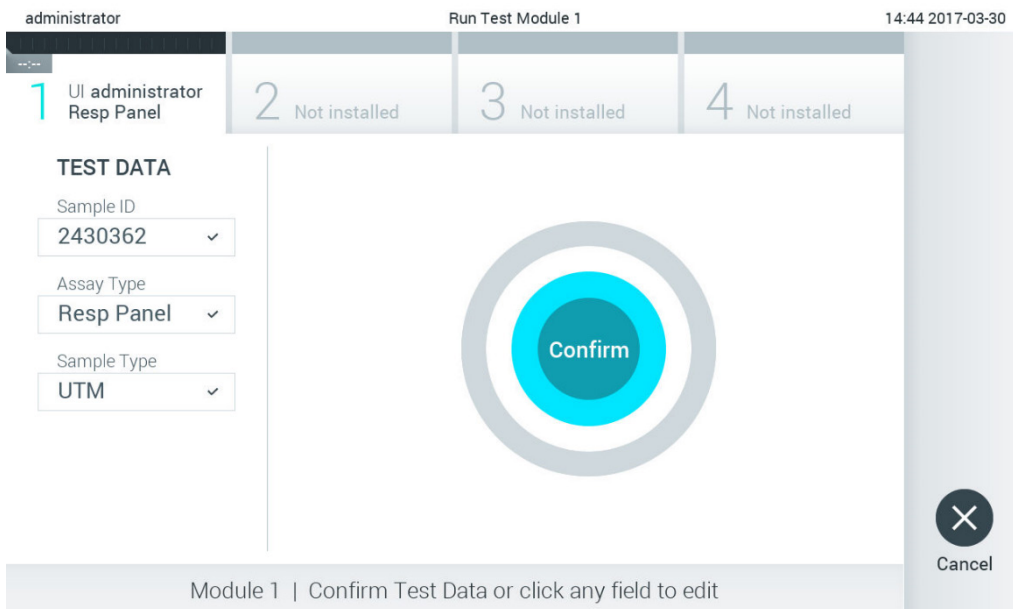

Figura 26. Ecranul Confirm (Confirmare).
5. Va apărea ecranul **Confirm** (Confirmare). Revizuiți datele introduse și faceți modificările necesare apăsând pe câmpurile relevante ale ecranului tactil și editând informațiile (Figura 26).